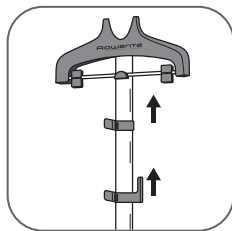

fig. 6a
6. Ajustez le mât à la hauteur voulue en le glissant vers le haut puis verrouillez les 2 clips. *(fig. 6a, 6b)*